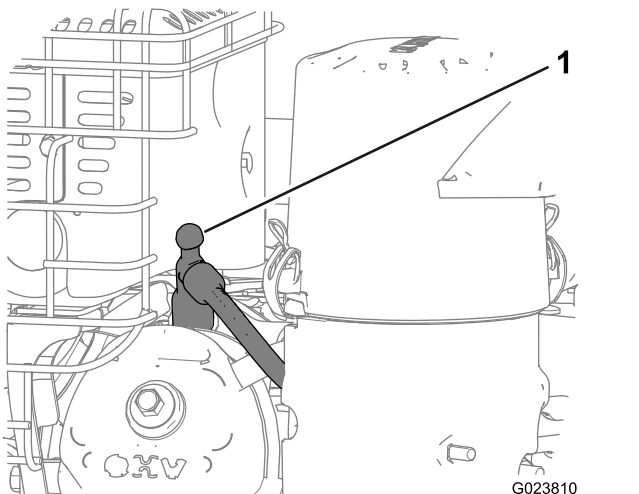

Figure 30
4. Débranchez et éloignez le fil de la bougie pour éviter tout risque de démarrage accidentel (Figure 30).